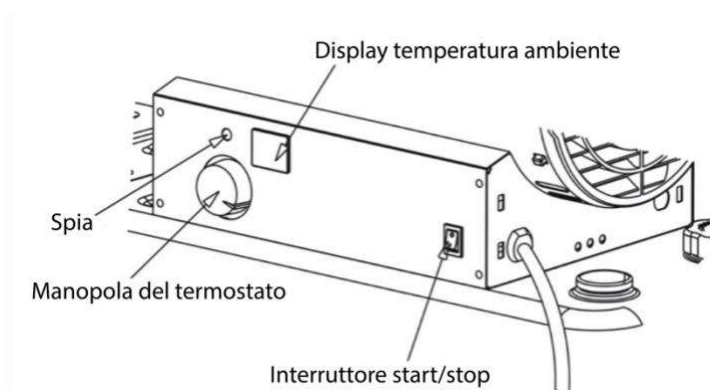

Figura 5. Pannello di comando
4. Regolare la manopola di controllo del termostato sulla temperatura desiderata. L'intervallo di regolazione è compreso tra 5°C e 45°C. Posizionare l'interruttore start/stop su "ON" (vedere figura 5). La spia di alimentazione e il display della temperatura ambiente si accendono e il dispositivo si avvia.